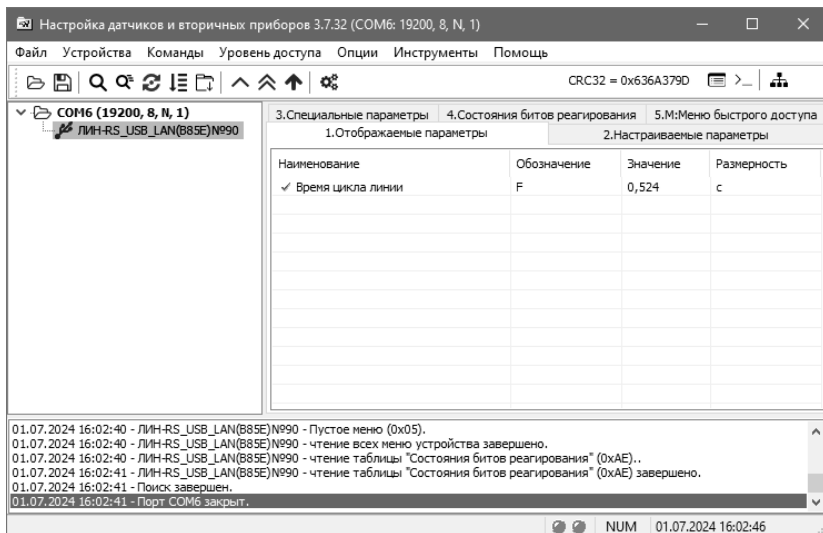

Рисунок 28 – Окно программы «Настройка датчиков и вторичных приборов»
3.7.11 В случае успешного поиска в левой части окна программы «Настройка датчиков и вторичных приборов» (рисунок 28) отобразится найденный адаптер ЛИН-